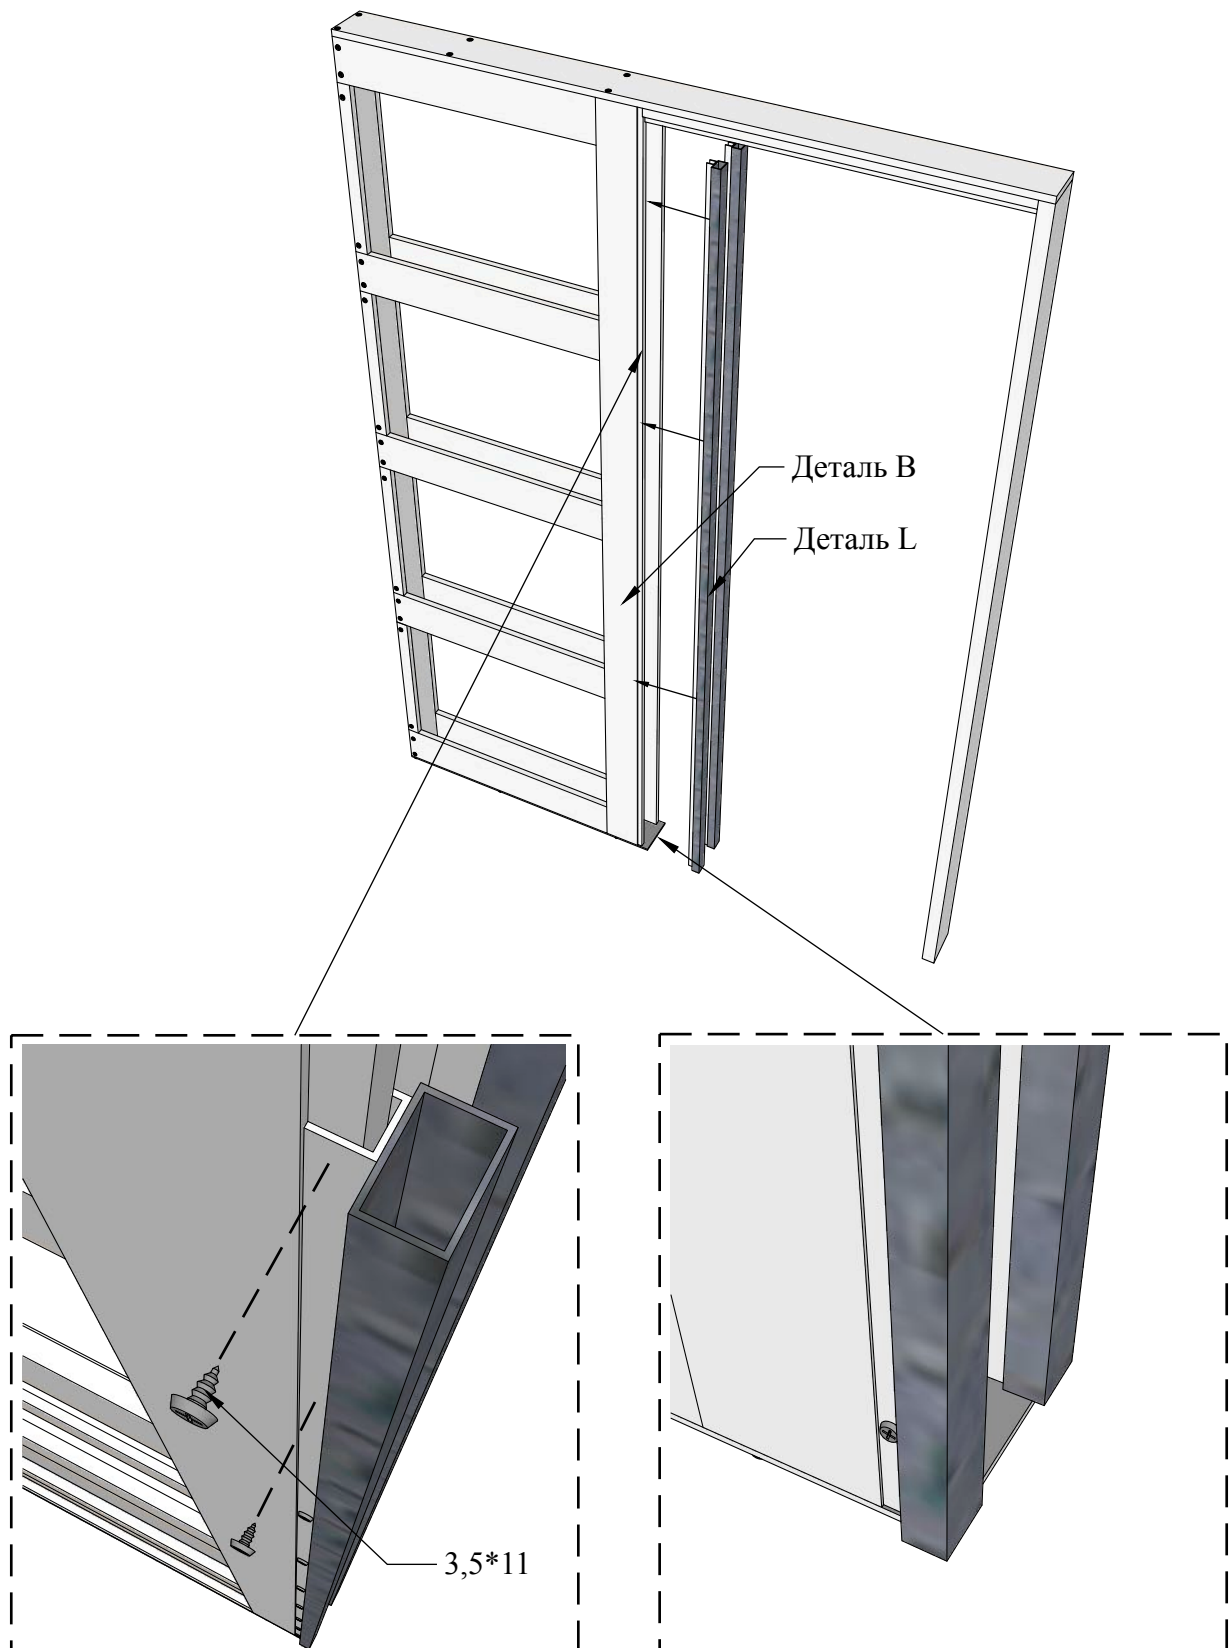

Рисунок 15
4.8 Установить жёсткости (деталь L) на боковые стойки (деталь В) и закрепить саморезами 3,5*11 (Рис. 15). При монтаже следить, чтобы больший выступ у жёсткости был с внешней стороны. Жёсткости совместить с нижним краем боковых стоек.